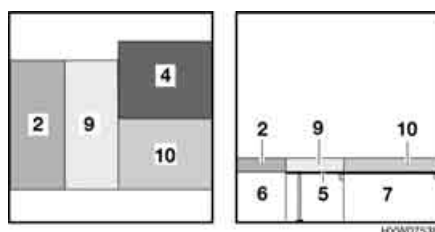

Fig. 114 Dopo la trasformazione
- Posizionare il cuscino aggiuntivo con la tavola di rinforzo (Fig. 114,9) fra il cuscino dei sedili centrali (Fig. 114,4) e il cuscino del divano (Fig. 114,2).
- Posizionare il cuscino aggiuntivo (Fig. 114,10) sul tavolo sospeso (Fig. 114,5).